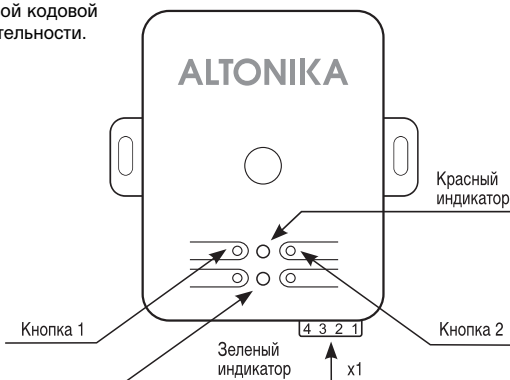

Рис. 1.
1. Для записи звукового кода нажмите и удерживайте кнопку 1 (рис. 1) в течение трех секунд, пока не загорится красный индикатор.
В датчике имеются два индикатора (рис. 1). Они служат для индикации: